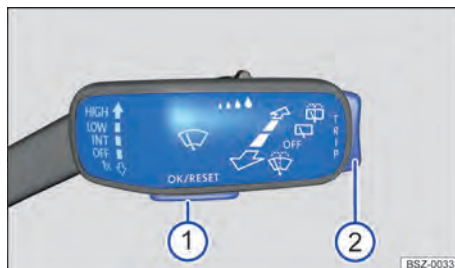

Abb. 11 An der Lenksäule rechts: Tasten am Scheibenwischerhebel (Prinzipdarstellung).
Fahrzeuge ohne Multifunktionslenkrad: Solange eine Warnmeldung der Priorität 1 angezeigt wird, können keine Menüs aufgerufen werden. Einige Warnmeldungen können mit der Taste **OK/RESET** → Abb. 11 ① bestätigt und ausgeblendet werden.
2. Wenn eine Meldung oder das Fahrzeug-Piktogramm angezeigt wird, Taste **OK/RESET** → Abb. 11 ① drücken, gegebenenfalls mehrmals.
3. Zur Anzeige der Menüs → Seite 23 oder um aus einem Menü oder einer Informationsanzeige zur Menüauswahl zurückzukehren, Wippe **TRIP** → Abb. 11 ② gedrückt halten.
5. Um das angezeigte Menü oder die Informationsanzeige aufzurufen, Taste **OK/RESET** → Abb. 11 ① drücken oder warten, bis sich das Menü oder die Informationsanzeige nach einigen Sekunden automatisch öffnet.
1. Im angezeigten Menü Wippe **TRIP** → Abb. 11 oben oder unten drücken, bis
2. Um die gewünschten Änderungen vorzunehmen, Taste **OK/RESET** → Abb. 11 drücken.